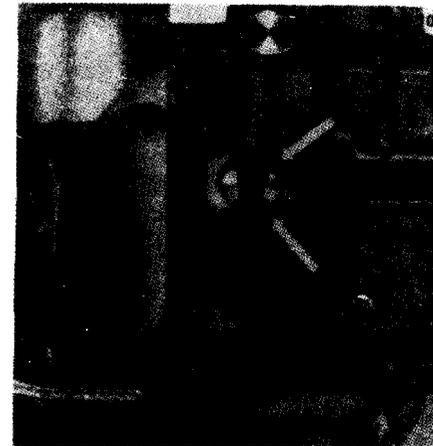

fig. 10
O êmbolo a vácuo (30) do sistema de alimentação suplementar é preso através de punçionamentos feitos na tampa (fig. 10). Para removê-lo, desamasse es punçionamentos e remova o êmbolo da tampa.